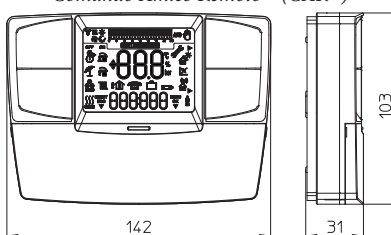

Fig. 1-8
- Dispositivo Comando Amico Remoto^{V2} (Fig. 1-8) con funzionamento di cronotermostato climatico. Il pannello del Comando Amico